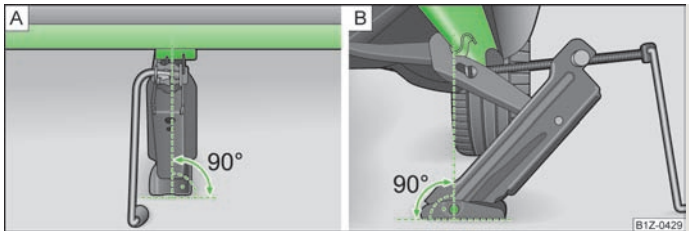

Abb. 178 Wagenheber ansetzen
- Den Wagenheber so ansetzen, dass die Klaue den Steg » Abb. 178 -  unter der Einprägung in der Seitenfläche des Unterholms umfasst.
- Sicherstellen, dass die Grundplatte des Wagenhebers mit ihrer gesamten Fläche auf einem geraden Untergrund steht und sich in senkrechter Position » Abb. 178 zur Stelle, an der die Klaue den Steg umfasst, befindet.